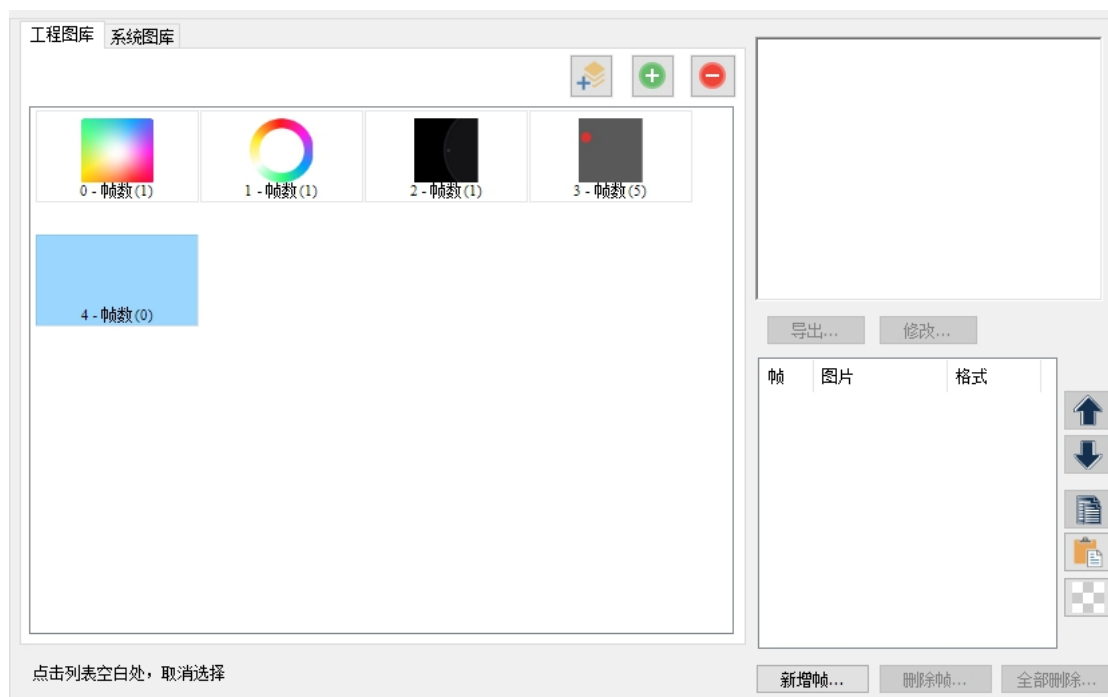

图 10-12 全部删除
- 删除所有帧：选中指定图标 4，删除所有帧，如图 10-12 所示；